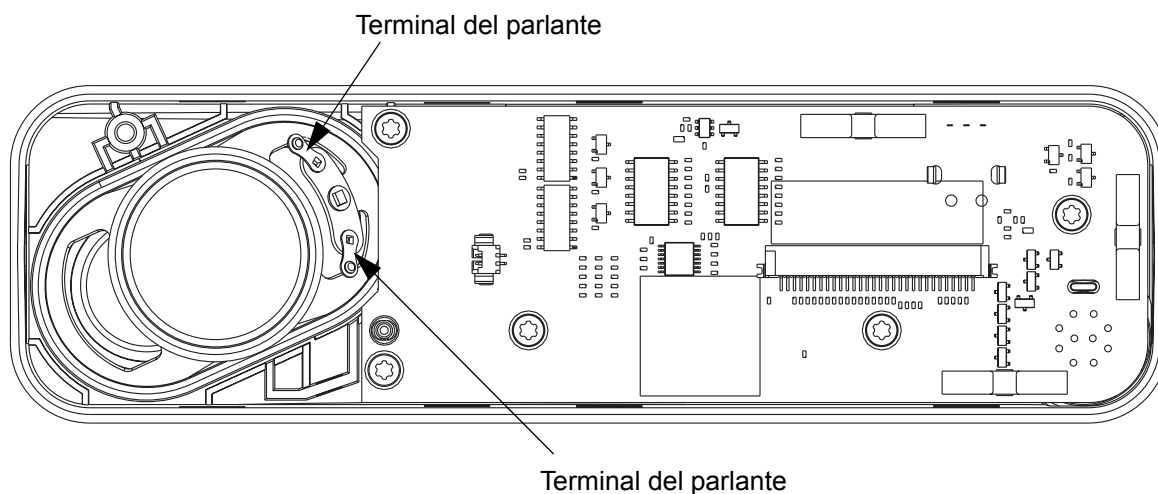

Figura 5-38 Conjunto del parlante
- a. Coloque el parlante en el conjunto de la unidad de control como se muestra en la Figura 5-38.